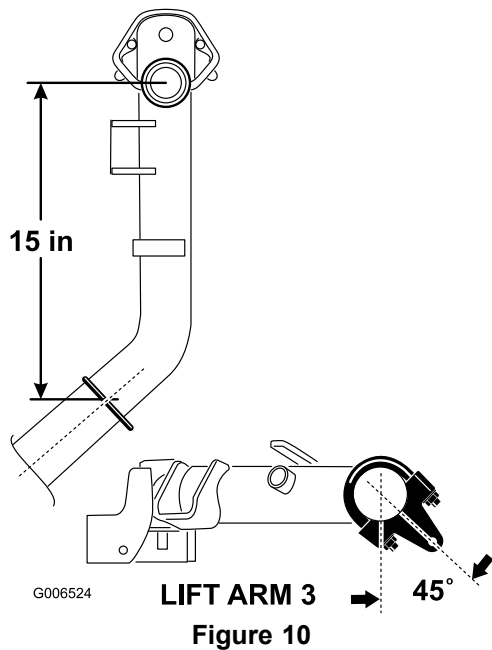

Figure 10
2. Sur les bras de relevage n° 2 et 3, positionnez les supports et les étriers filetés à 38 cm derrière l'axe du pivot (Figure 10). Tournez les supports de 45 degrés vers l'extérieur de la machine.